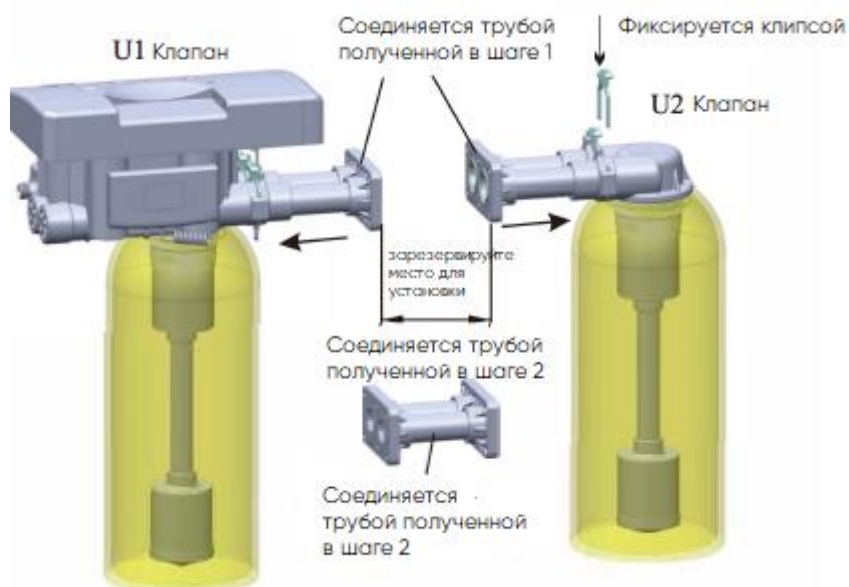

Рисунок 2-1-3
3. Как показано на рис. 2-1-3, вставьте соединительную трубу, завершённую в шаге 1, в клапан U1 и клапан U2 и закрепите ее с помощью зажима. (Монтажное пространство должно быть зарезервировано для соединительной трубы, завершённой на этапе 2)